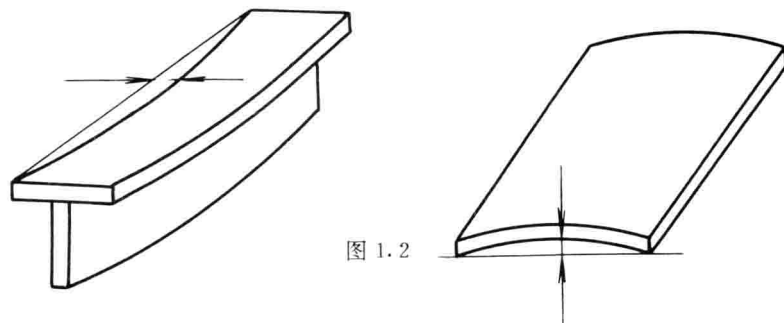

图 1.2
10. 用火焰矫正方法矫正图 1.2 所示构件的变形，在图 1.2 中画出加热的位置和形状。